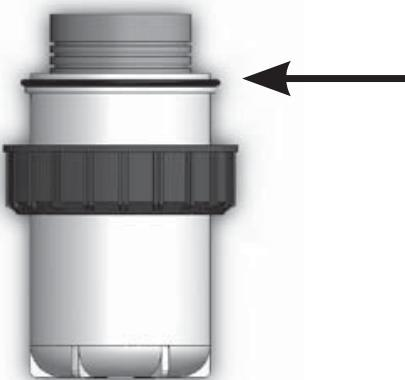

Figure 7 Joint torique sur carter
4. Jeter la cartouche utilisée et nettoyer les boîtiers de carter comme exigé. S'assurer de rincer complètement le carter avec de l'eau pour éliminer tous les agents nettoyants. Avant d'installer une nouvelle cartouche, s'assurer que les joints toriques sont correctement placés sur les épaulements au sommet du carter (Consulter la Figure 7), s'il y a des dégâts visibles sur les joints toriques, les remplacer (P/N : OR40-50).